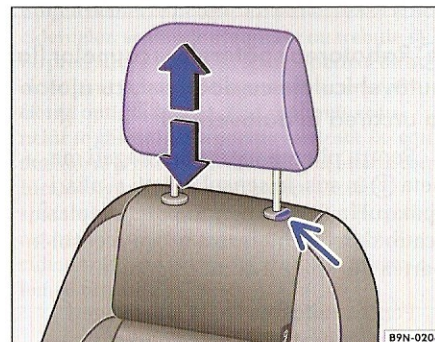

Fig. 44 Reglarea sau demontarea tetierelor.
- Împingeți tetiera în sus sau, apăsați tasta și ⇒ fig. 44 (săgeata) și împingeți-o în jos. Înălțime corespunzătoare: ⇒ pagina 54.
- Apăsați tasta ⇒ fig. 44 (săgeata).